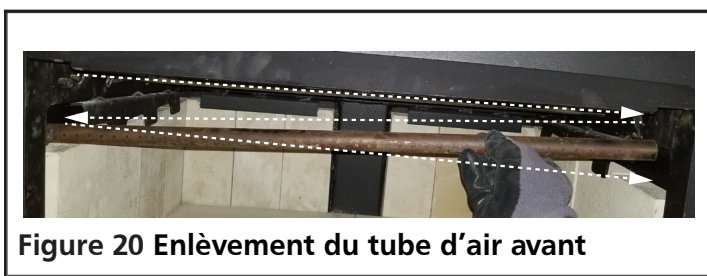

Figure 20 Enlèvement du tube d'air avant
2. Retirez le tube d'air en le glissant dans l'espace à droite, puis faites-le glisser vers la gauche et partiellement vers l'avant, et, enfin, retirez le tube en le glissant vers la droite et hors de la chambre de combustion. Ce mouvement ressemble à la lettre Z. Voyez la figure 20.